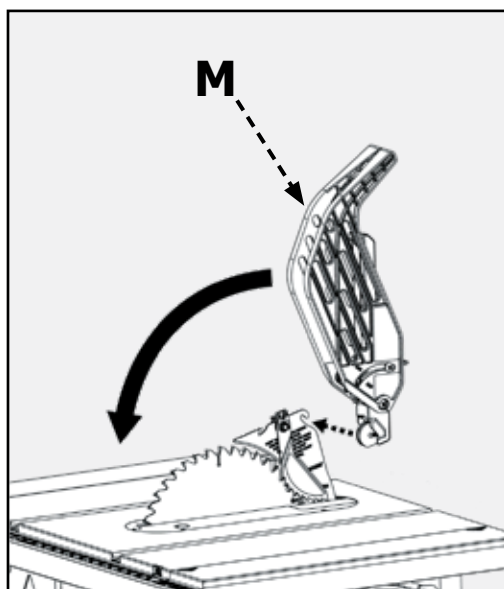

FIGURA 20
1. Al tiempo que sostiene el ensamblaje de guarda para hoja (A) en posición vertical, enganche el pasador de posicionamiento (B) situado en la parte posterior del ensamblaje de guarda para hoja dentro de la ranura situada en el borde posterior del separador.
2. Gire el ensamblaje de guarda para hoja hacia la parte frontal de la sierra hasta que la parte metálica (C) del ensamblaje de guarda para hoja esté paralelo con la mesa como se muestra en la Figura 20.
3. Al tiempo que sujeta la parte frontal de la parte metálica de la guarda (C) presione la palanca de bloqueo de la guarda para hoja (D) hacia abajo hasta escuchar un chasquido para trabarla en su lugar. Verifique que la guarda esté enganchada al separador jalando de la misma. Si la guarda no está sujeta, la palanca de bloqueo de la guarda para hoja se levantará a la posición de desbloqueo..